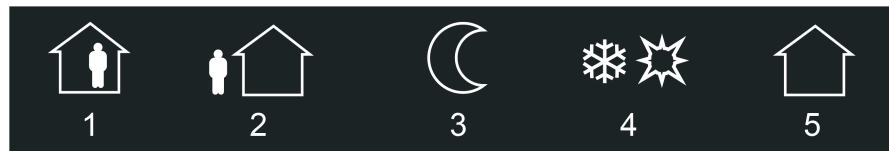

Bild 40: Statussymbole für die KNX Funktion "Betriebsmodusumschaltung KNX"
Analog zum Statustext kann im unteren Anzeigebereich ein Symbol (C) angezeigt werden (Bild 40). Das zur Anzeige gebrachte Symbol ist separat für jeden Betriebsmodus definiert und kann in der Konfigurationssoftware wahlweise selektiv abgeschaltet werden, so dass es individuell für einzelne Betriebsmodi nicht angezeigt wird. Die Symbole lassen eine schnelle und eindeutige Identifikation des eingestellten Regler-Betriebsmodus zu. Wahlweise können Statustext und Symbol entfallen.